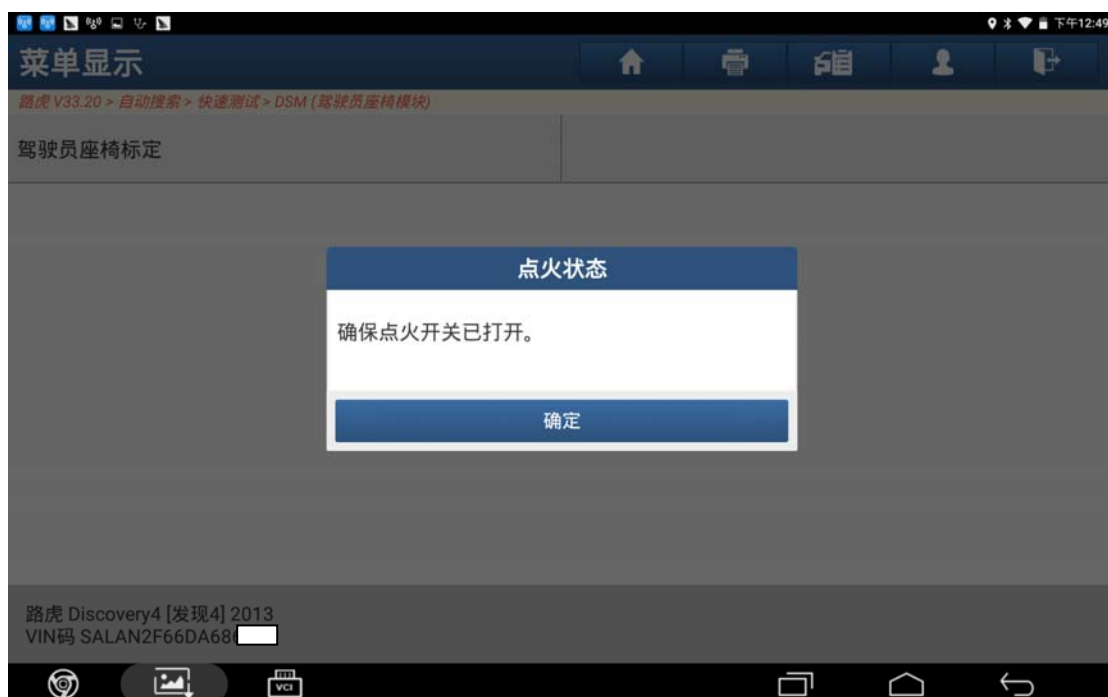

图 19
19). 确保点火开关已打开, 点击“确定”, 如图 19;